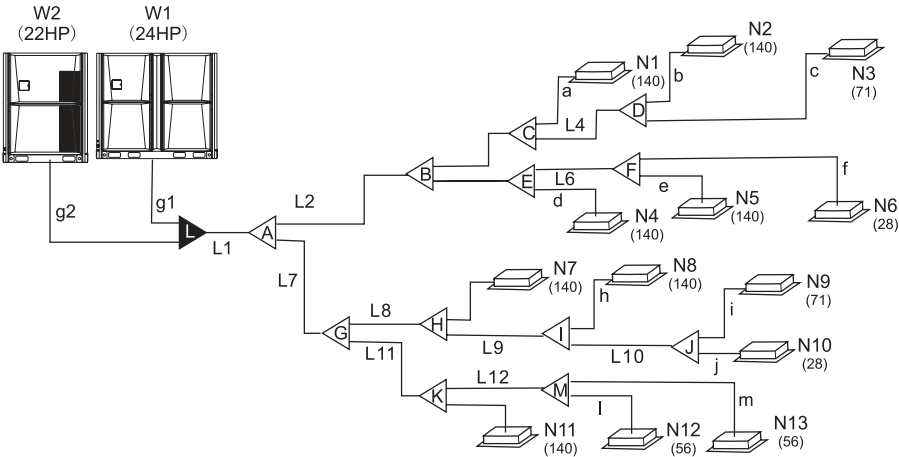

Рис. 4.2
- 2) Пример: производительность внутренних блоков, р сложенных после L2 (см. рисунок 4.2) сост вляет $140 \times 4 + 28 + 71 = 659$, поэтому ди метры трубы г зовой линии и жидкостной трубы L2 сост вляют соот- ветственно Ø28,6 и Ø15,9.